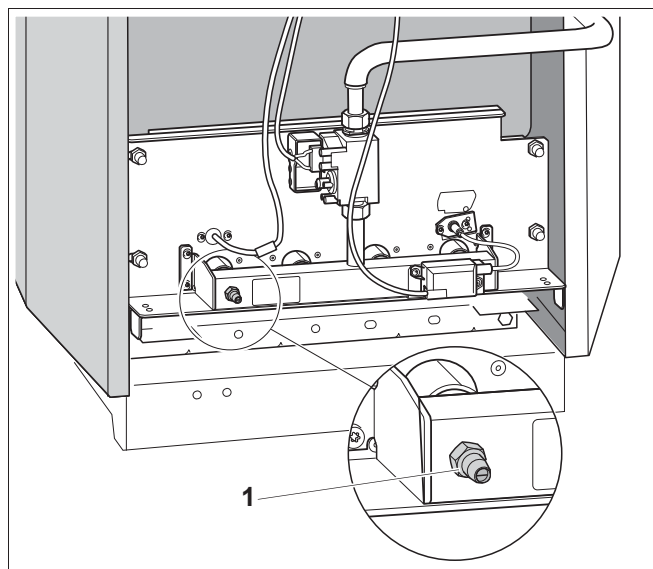

Рис. 44 Газовая горелка
- Открутить на два оборота измерительный ниппель на газораспределительной гребенке (рис. 44, поз. 1).